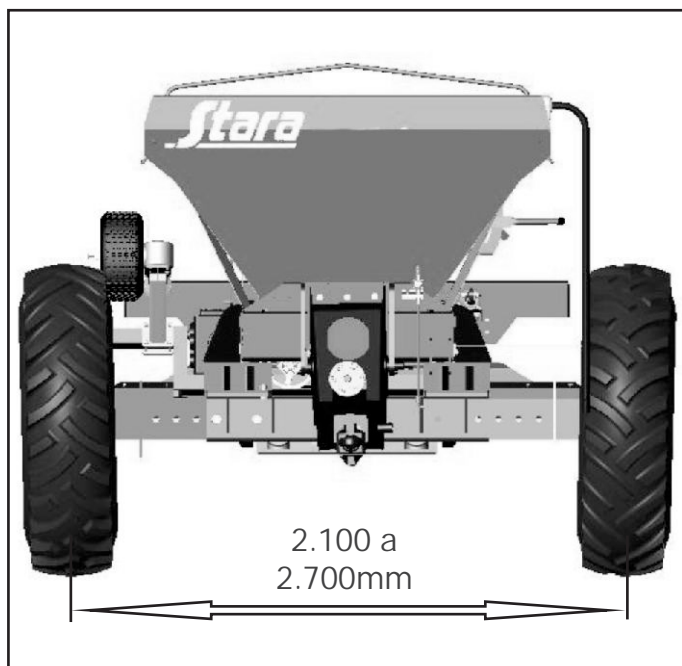
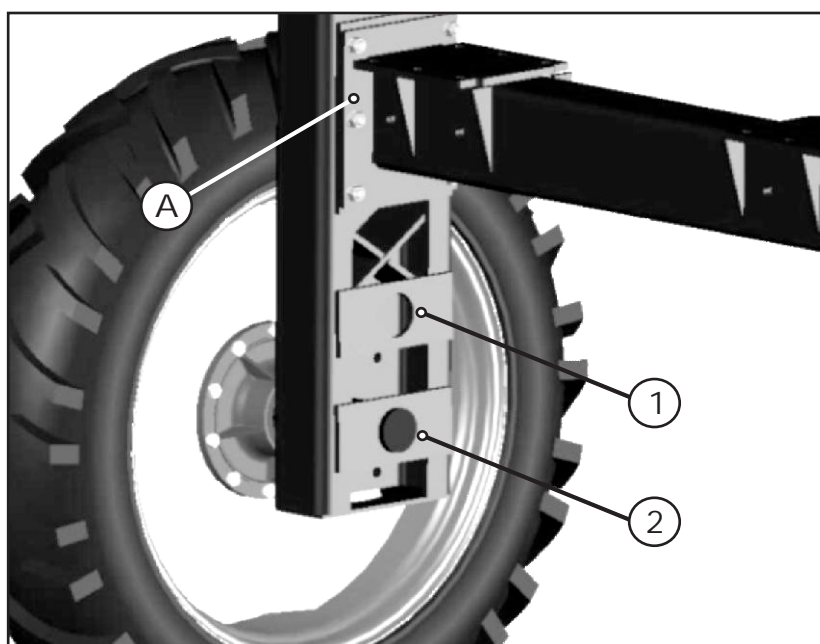

Figura 07
Figura 09
1º Opção: permite abertura do rodado, com regulagem de 2.100 a 2.700mm. Na sua extensão máxima, não deve ultrapassar 5.000 kg de produto (figura 07). Permite ainda acoplamento do kit prolongador de altura, conforme figura 09 da página 14.
Este é um opcional de fácil acoplamento, sendo necessário apenas desmontar o cubo do eixo rodado e substituí-lo pelo alongador, onde se encaixa o cubo em uma das outras duas regulagens. Na regulagem Standard, sem o uso do prolongador (figura 09) (A), a distância dos discos de distribuição em relação ao solo é de 800mm.